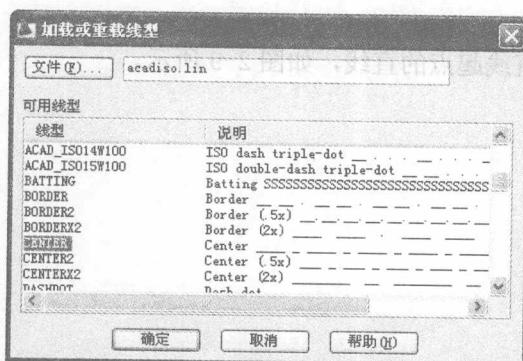

图 2-6 加载新线型
(5) 在“选择线型”对话框中，单击“加载”按钮，系统打开“加载或重载线型”对话框，选择 CENTER 线型，如图 2-6 所示。确认退出。